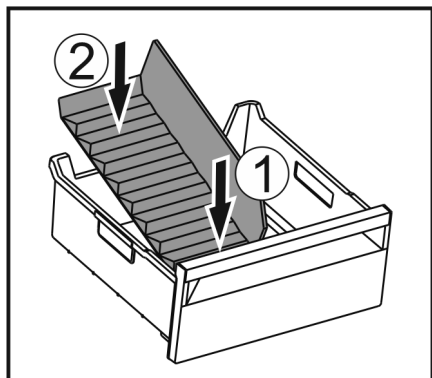

Fig. 55
- ▶ Поставете предната част на разделителя на отделението за лед. Fig. 55 (1)
- ▶ Спуснете задната част на разделителя на отделението за лед до дъното на чекмеджето. Fig. 55 (2)